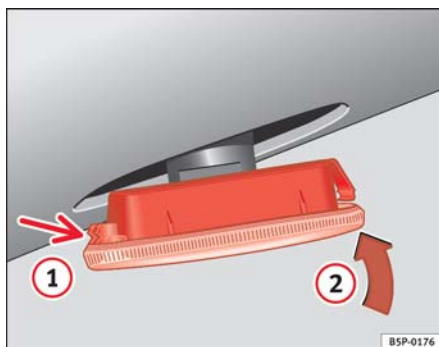

Fig. 178 Intermitente lateral
- Coloque el intermitente en primer lugar en el orificio de la carrocería, encajando las pestañas ⇒ fig. 178, flecha ①.
- Encaje la lámpara como indica la flecha ② ⇒ fig. 178 ◀